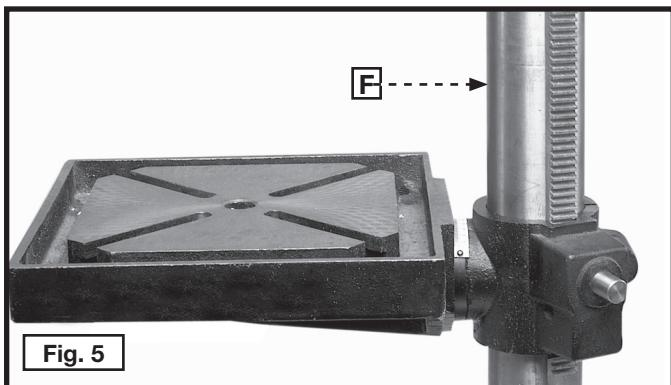
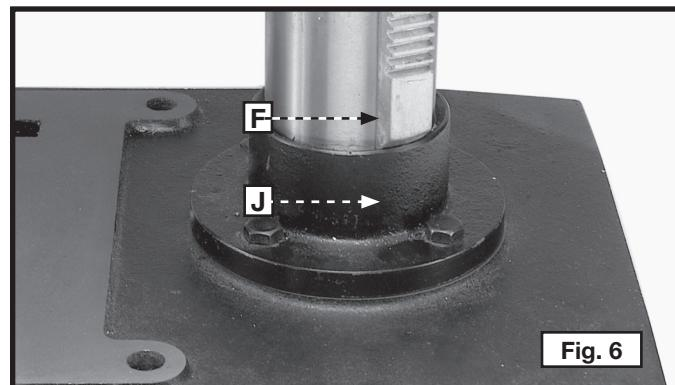

Fig. 5
Fig. 6
- Deslice la cremallera de elevación (F) Fig. 5, el banco, y la abrazadera del banco en la columna de la prensa de taladro. Coloque la parte de abajo de la cremallera de elevación (F) Fig. 6 dentro de la pestaña (J) en la base de la prensa de taladro.